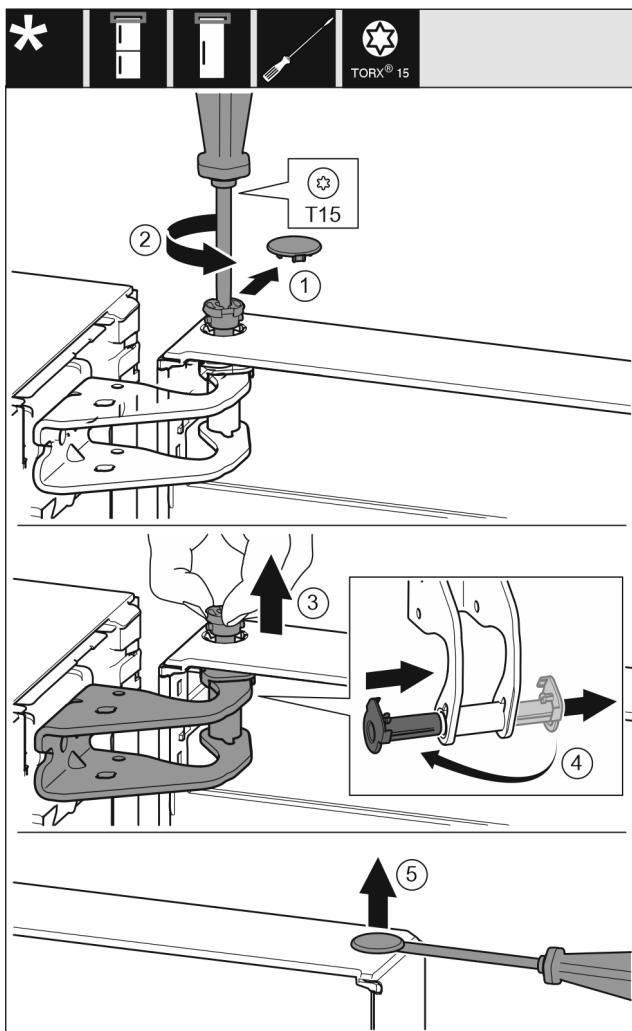

Fig. 6
- Обережно зніміть запобіжну кришку. Fig. 6 (1)
- Трохи викрутіть гвинт за допомогою викрутки T15. Fig. 6 (2)
- Притримуйте дверцята і витягніть палець руками. Fig. 6 (3)
- Витягніть із напрямної опорну втулку. Встановіть і зафіксуйте з іншого боку. Fig. 6 (4)
- За допомогою шліцевої викрутки обережно підійміть пробку із опорного втулка дверцят та витягніть її. Fig. 6 (5)